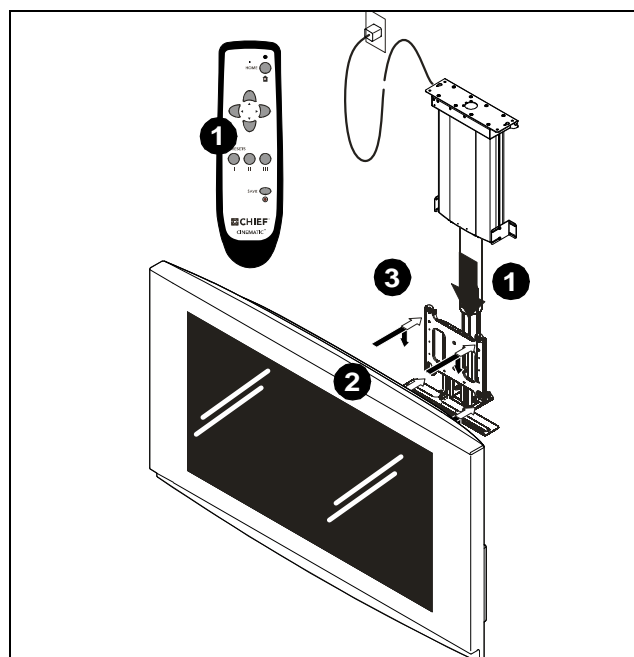
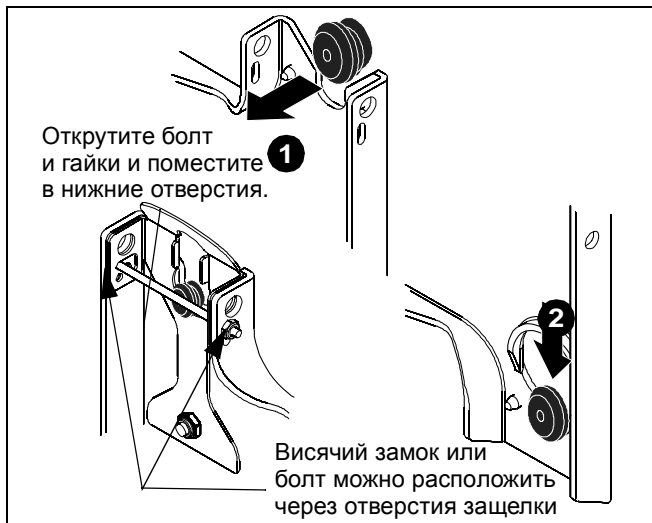

рис. 18
рис. 19
2. Поддерживая монитор с двух сторон, выровняйте положение четырех монтажных крепежей на мониторе или соединительный кронштейн с четырьмя монтажными отверстиями на лицевой панели. (см. рис. 18) и (см. рис. 19)
3. Опустите монитор на место до щелчка, чтобы убедиться, что поверхность с выемкой монтажных крепежей правильно установлена в нижней части монтажных отверстий и сработал механизм защелкивания. (см. рис. 18) и (см. рис. 19)
ПРИМЕЧАНИЕ. Отверстия на лицевой панели предназначены для использования висячего замка или при необходимости подобного фиксирующего устройства. Кроме того, можно открутить болт и гайку из верхних отверстий и поместить в нижние отверстия, чтобы они выступали в качестве фиксирующего устройства в течение более длительного времени. (см. рис. 19)